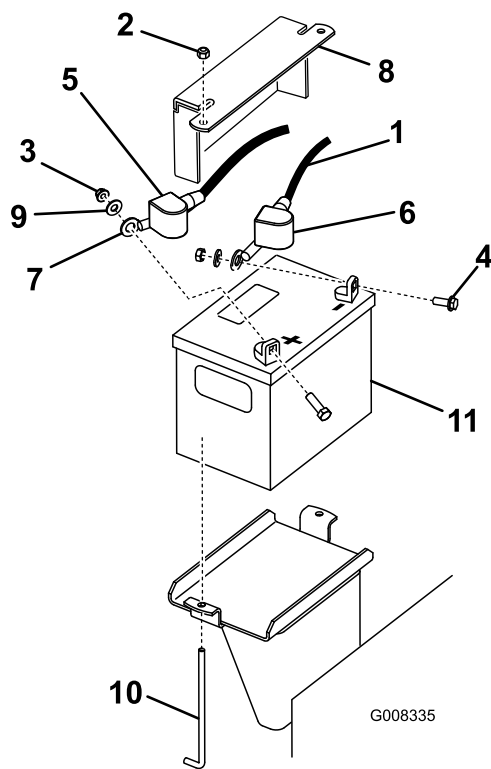

Bild 42
3. Nehmen Sie die Gummiabdeckung vom Minuskabel ab. Klemmen Sie zunächst das Minuskabel vom Minuspol (-) der Batterie ab (Bild 42).
- Ziehen Sie die rote Polkappe vom (roten) Pluspol der Batterie ab. Ziehen Sie dann das (rote) Pluskabel ab (Bild 42).
- Entfernen Sie die Befestigungsplatte, die J-Schrauben und die Sicherungsmuttern, mit denen die Batterie befestigt ist (Bild 42) und nehmen sie heraus.
- Setzen Sie die Batterie in die Maschine (Bild 42).
- Klemmen Sie zunächst das (rote) Pluskabel am Pluspol (+) der Batterie mit einer Mutter, Scheibe und Schraube an (Bild 42). Schieben Sie die Gummiabdeckung über den Batteriepol.
- Klemmen Sie dann das Minuskabel und Erdkabel am Minuspol (-) der Batterie mit einer Mutter, Scheibe und Schraube an (Bild 42). Schieben Sie die Gummiabdeckung über den Batteriepol.